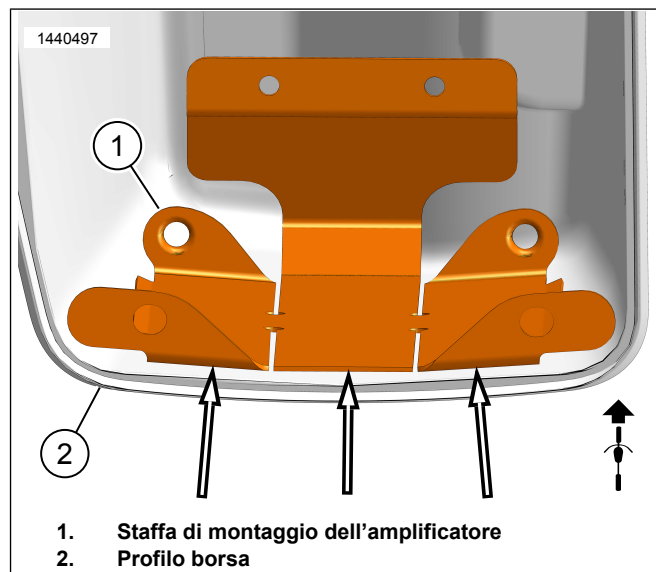

Figura 6. Profilo borsa
- b. Vedere la figura 6. Utilizzare le fessure nella staffa di montaggio (1) per piegare e adattare al profilo della borsa (2) senza che dondoli. Ciò garantirà un migliore contatto e adesione con il nastro. Non spellare ancora il nastro.